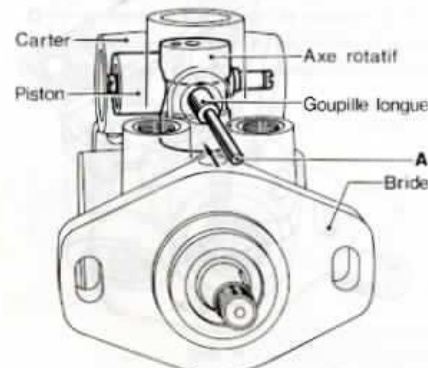

Fig. 42.
- Introduire le piston de l'avance à l'injection dans le carter (fig. 42).
- Positionner l'axe rotatif, le piston et le coulisseau pour qu'ils soient en ligne avec le trou de la goupille (aligner avec une broche et introduire la goupille longue à l'aide de l'outil (A) (fig. 42).
- Obturer le trou de montage avec le bouchon (2) muni de son joint.